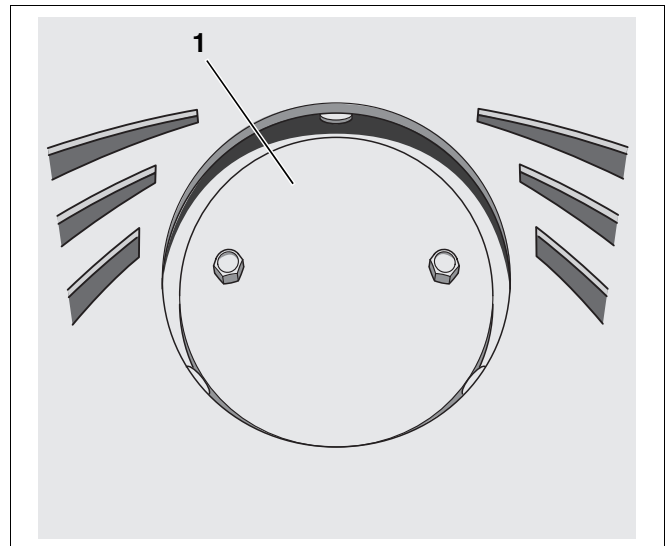

Abb. 9 Abgasanschluss Oberseite – innere Abdeckplatte (Darstellung blueline 5)
- Innere Abdeckplatte (Abb. 9, **Pos. 1**) am Abgasanschluss Oberseite montieren.